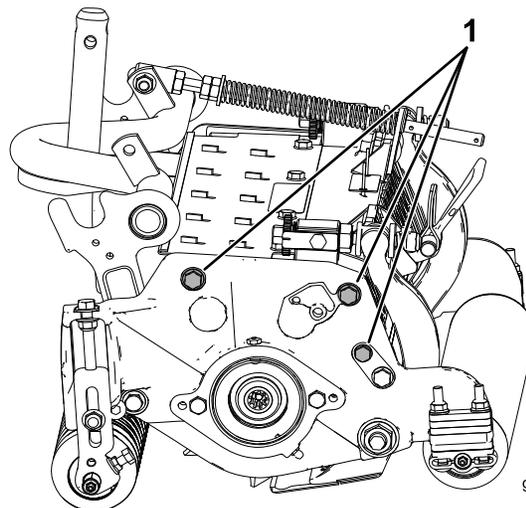

Figura 16
**Nota:** A posição entre o rolo traseiro e o cilindro é controlada pelas tolerâncias mecânicas dos componentes montados, não sendo necessário o alinhamento em paralelo. Podem ser efetuados determinados ajustes, colocando a unidade de corte na placa e desapertando as cavilhas de montagem da placa lateral (Figura 16). Ajuste e aperte os parafusos. Aperte os parafusos com 37 a 45 N·m.